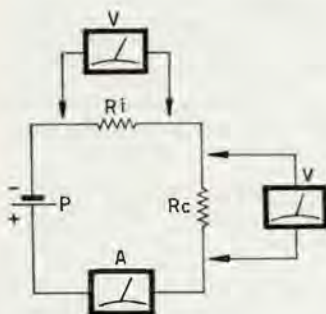

Fig. 1
Saprete che ogni alimentatore (ad esempio un pila) ha una sua resistenza interna: supponiamo però (fig. 1) di avere per comodità un generatore ideale (P), avente in serie una resistenza Ri che simula la resistenza interna dei generatori vulgari; Rc sia la resistenza di carico. Supponiamo che il valore